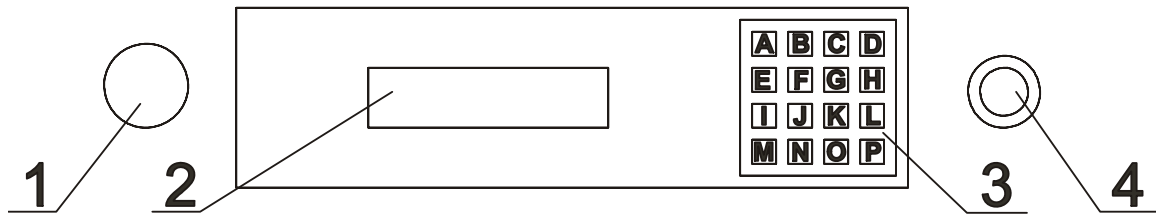

Fig. 4.1.A
3. Sjekk om knappen til sentralstopp lyser. I så fall slå på maskinen ved å dra i trykkeknappen, fig. 4.1.A, posisjon.1. Ved maskiner med damp-/gassoppvarming skal man først åpne damp-/gasstilførsel med ventilen.
4. På displayet (2) vises da kort opplysning om den aktuelle softwareversjonen og deretter hovedmeny: